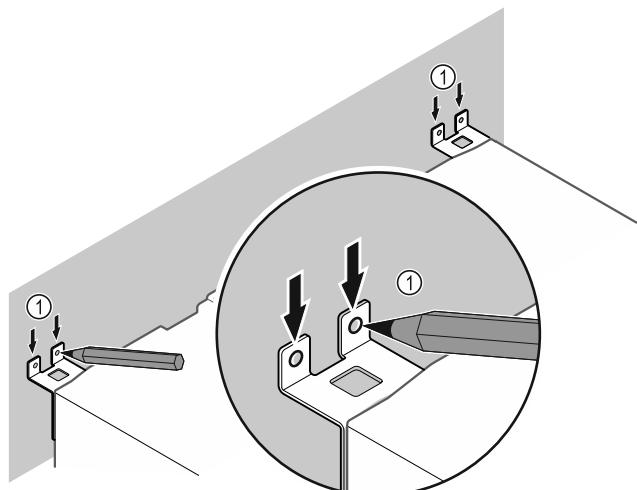

Fig. 10
- Встановити маркування на стіні Fig. 10 (1).